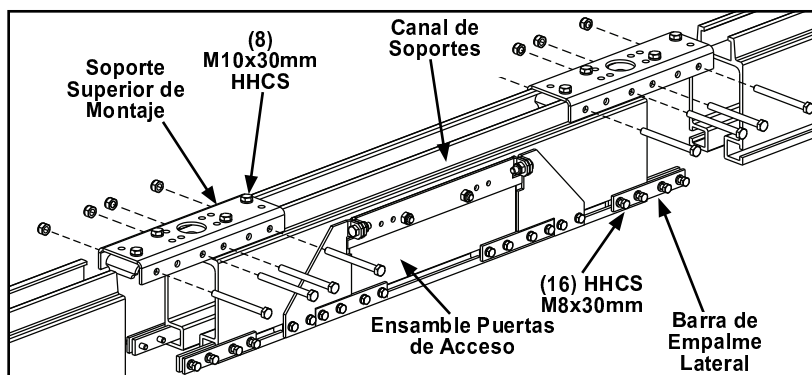
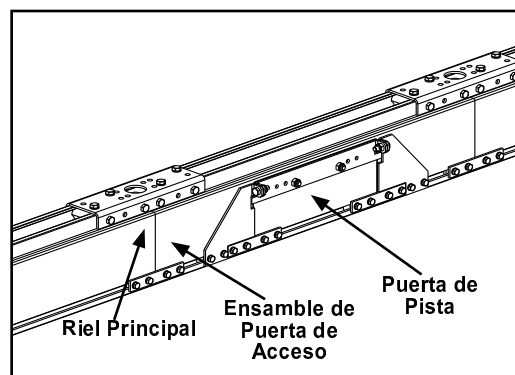

Figura 3-126
Figura 3-127
- Paso 2. Levante ensamble de puertas de acceso a posición entre dos rieles. Posicione riel y puerta de acceso juntas. Vea Figura 3-126 y Figura 3-127.
- Paso 8. Apriete ocho (8) M10 x 30 mm HHCS en soporte de montaje superior para asegurar ambos, riel y puerta de acceso. Apriete tornillos hasta que arandelas de seguridad queden planas. No apretar de más.
- Paso 9. Apriete dieciséis (16) M8 x 30 mm HHCS en barras de empalme laterales. **Apriete hasta que tornillos asienten + ¼ vuelta.** No apretar de más. Verifique que la unión del empalme no tenga claros.